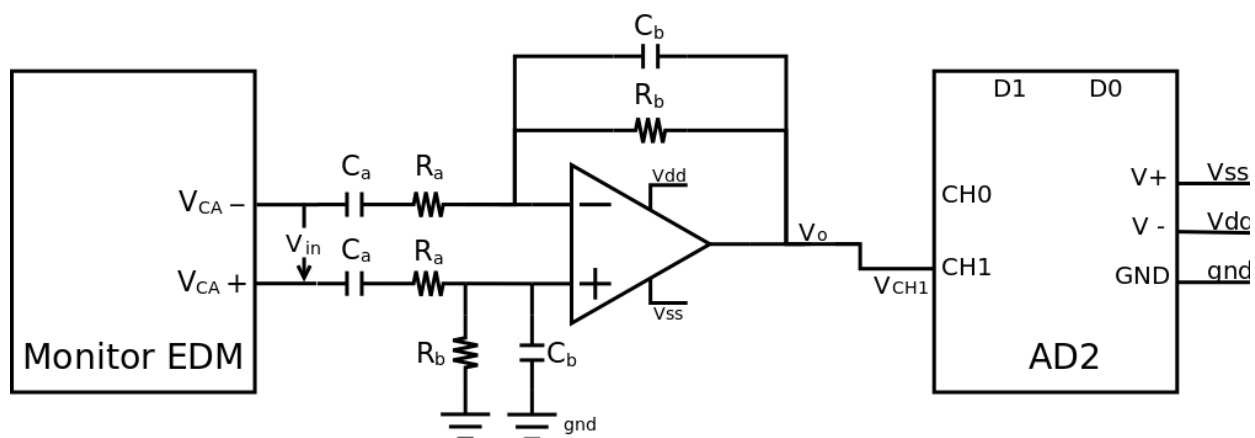

Figura 6. Circuito de acondicionamiento V/V.
La figura 6 muestra el amplificador diferencial de acondicionamiento de la señal de tensión.
- Para el circuito de acondicionamiento de Voltaje en la Figura 6.